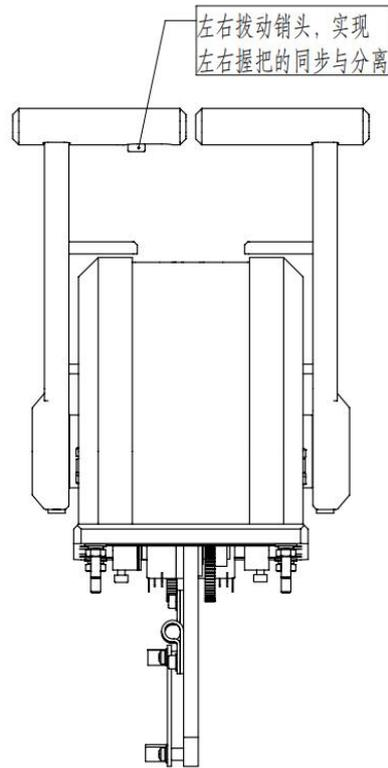

图 5.1 手柄调节图
- ① 对于双主机握柄，可以拨动销头实现左右握柄的接合与分离，从而实现两个主机的同步操作，如图 5.1。